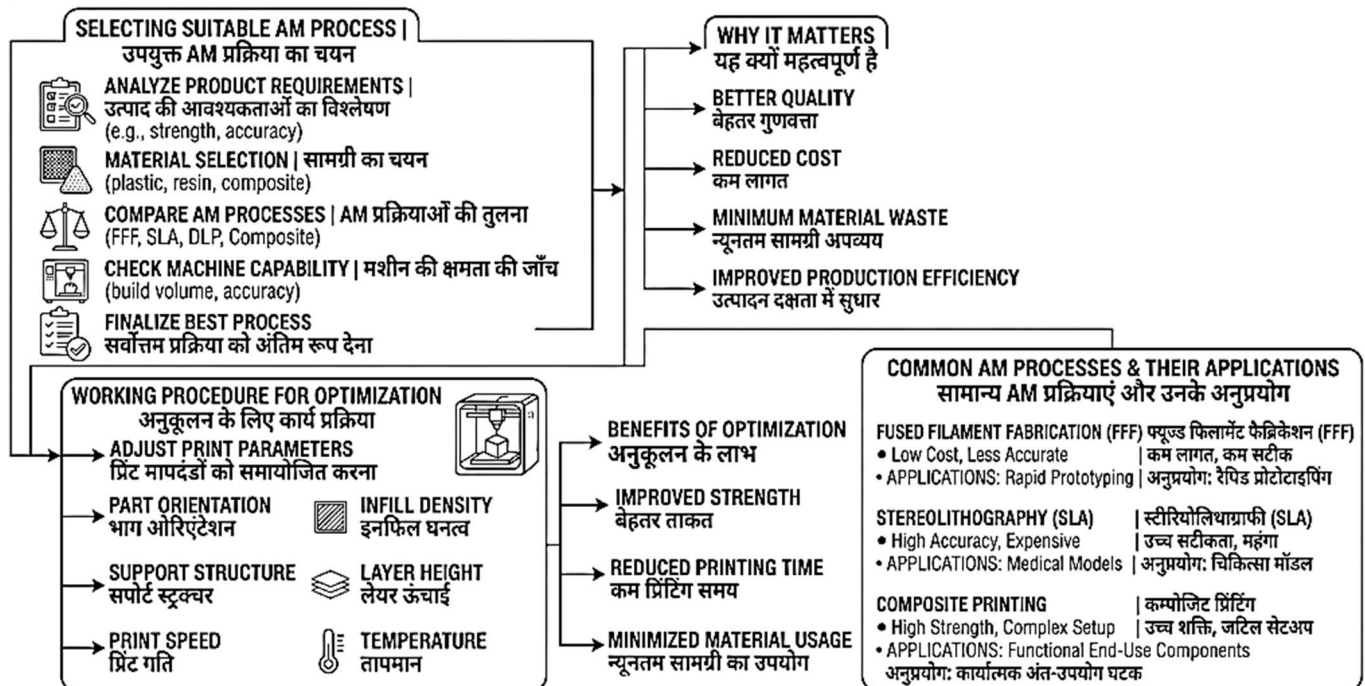

Fig. 15.3: Additive Manufacturing Process Selection and Optimization Chart | योगात्मक विनिर्माण प्रक्रिया चयन और अनुकूलन चार्ट
15.3.1 Definition and Importance of Selecting Suitable AM Process (Fig. 15.3)
15.3.1 उपयुक्त एएम प्रक्रिया के चयन की परिभाषा और महत्व (Fig. 15.3)